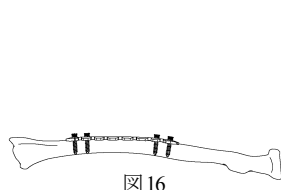

図 16
- 2) 3.5 ロッキングスクリューの抜去は、ロッキングスクリューを完全に抜去する前に全て一度緩めた状態とし、順次スクリューを抜去します。(図 16)